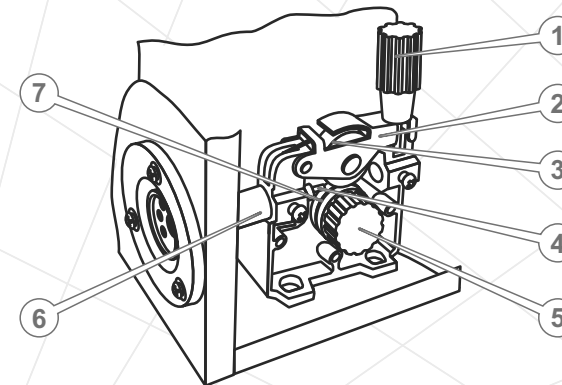

Рисунок 7
4. Заправьте сварочную проволоку в механизм подачи (см. рис. 7). Для этого:
- ослабьте регулируемый прижимной винт (1) и откиньте его в сторону;
- поднимите планку (2) с прижимным роликом (3) (см. рис. 7);
- вставьте сварочную проволоку в направляющую трубку (4) и продвиньте ее в приемное отверстие сварочного шланга (6) на 100-150 мм;
- снимите заглушку (5) с подающего ролика;
- уложите сварочную проволоку в канавку подающего ролика (7); на ролике имеются две канавки – под проволоку диаметром 0,6 и 0,8 мм (чтобы сменить положение подающего ролика, необходимо от руки отвинтить фиксирующий ролик винт, установить ролик нужной стороной и надежно от руки завинтить винт).
- опустите планку (2) с прижимным роликом (3) и прижмите ее прижимным винтом (1).